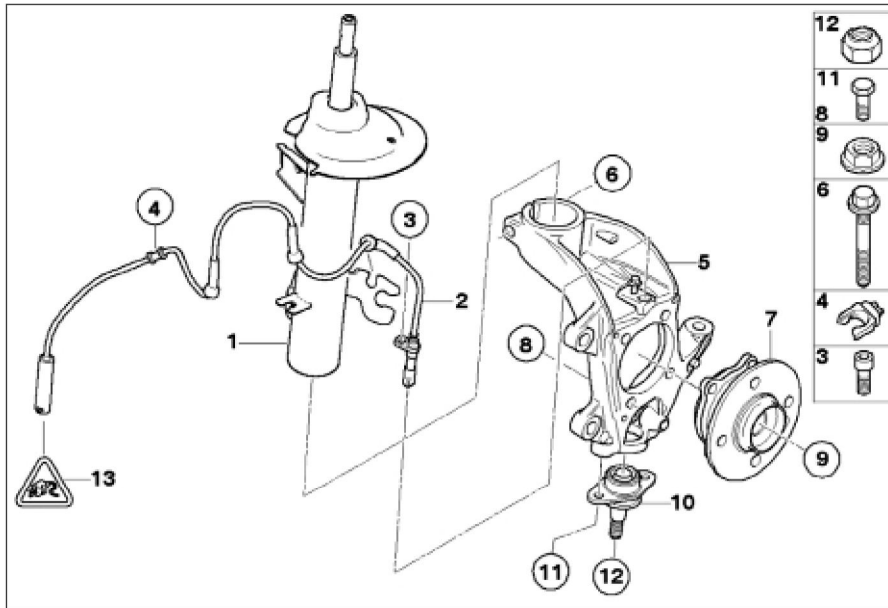
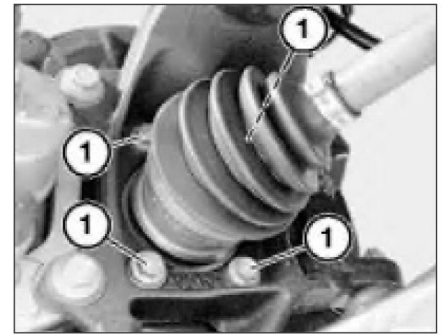

Рис. 10.21. Поворотная опора:
Рис. 10.25. Подшипник опоры
Конструктивное исполнение ступицы переднего колеса показано на рис. 10.21. Снятие подшипника ступицы переднего колеса необходимо проводить в следующем порядке.
- Вывернуть болты (1, рис. 10.25) и снять ступицу (7, см. рис. 10.21) с подшипником опоры переднего колеса.